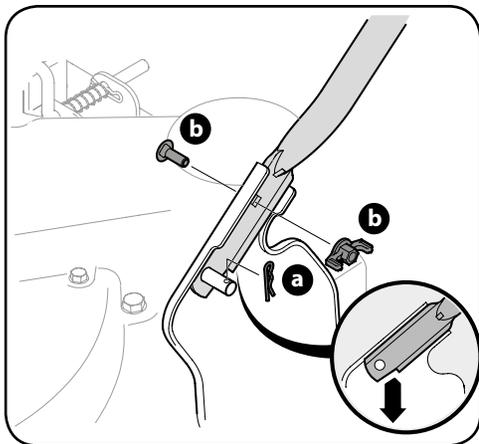

Рисунок 3-1
- а. Наложите нижние отверстия нижней рукоятки на пальцы на кронштейнах и закрепите фиксаторами. См. рисунок 3-1.
- б. Вставьте опорные винты в верхние отверстия нижней рукоятки изнутри и закрепите гайками-барашками. См. рисунок 3-1.